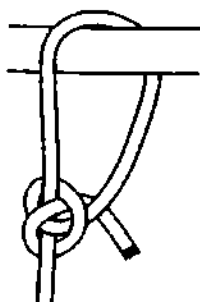

Рис. 523. Затягивающийся штык.
*Затягивающийся штык* – это *коровий штык*, ходовой конец которого расположен несколько иначе – он проходит поверх первого полуштыка и пропускается в рабочую петлю (рис. 523). *Затягивающийся штык* как регулируемая петля хорошо работает даже на жёстких верёвках – туго затянутый узел отлично схватывает коренную часть верёвки и петля сохраняет заданный размер. Узел *затягивающегося штыка*,
**Якутский узел**, в общем-то, рассчитан на средние нагрузки. При очень сильном натяжении или после очень резкого сильного рывка он может вывернуться и тогда узел примет форму **затягивающегося штыка** (рис. 523). Ходовой конец у петельки **якутского узла** следует оставлять подлиннее, чтобы узел полностью не развязался. Тем не менее, это очень надёжный узел для привязывания домашнего скота – как бы сильно животное ни билось, узел